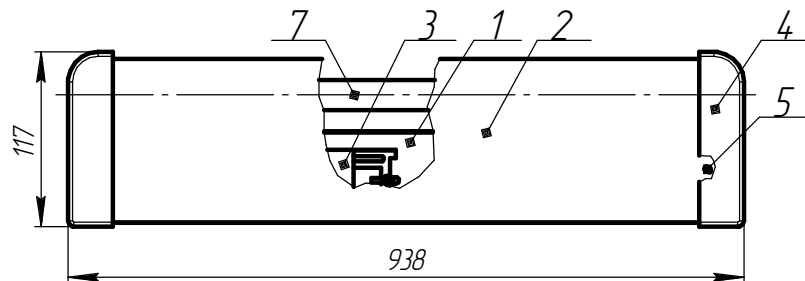
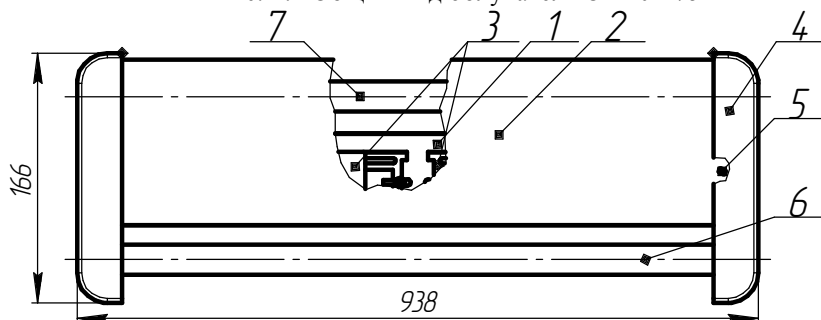

Рис. 1.1 Общий вид облучателя ОБН01-75
Рис. 1.2 Общий вид облучателя ОБН01-150
4.2 Облучатель (рис. 1.1, рис. 1.2) состоит из корпуса 1, в котором размещена электросхема, аппаратов пускорегулирующих 3, двух крышек 4, защитного экрана 2, закрепленного к корпусу винтами 5. На стенке корпуса имеются два отверстия для подвеса на стену.
4.3 В облучатели типов ОБН01-150 (рис. 1.2) устанавливаются две лампы: открытая 6 и экранированная 7 с возможностью их отдельного включения, в облучатели типов ОБН01-75 устанавливается только экранированная. Выключатель для открытой лампы должен устанавливаться вне облучаемого помещения.